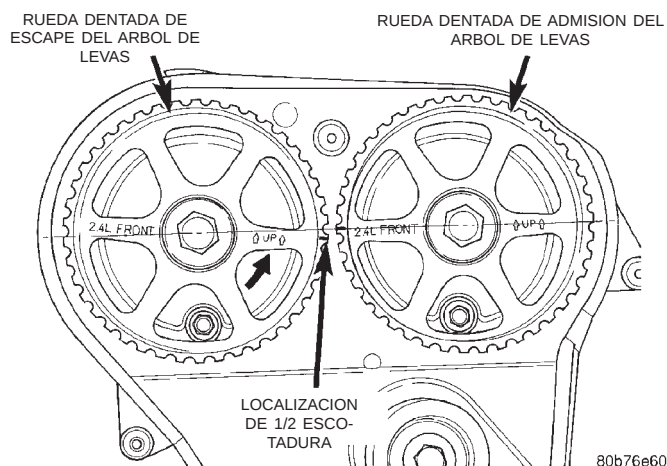

Fig. 61 Alineación de las ruedas dentadas del árbol de levas para la instalación de la correa de distribución
(1) Coloque la rueda dentada del cigüeñal en el PMS alineando la rueda dentada con la flecha del alojamiento de la bomba de aceite.
(2) Coloque las marcas de reglaje del árbol de levas de modo que la rueda dentada de escape del árbol de levas esté a 1/2 escotadura por debajo de la rueda dentada de admisión del árbol de levas (Fig. 61).